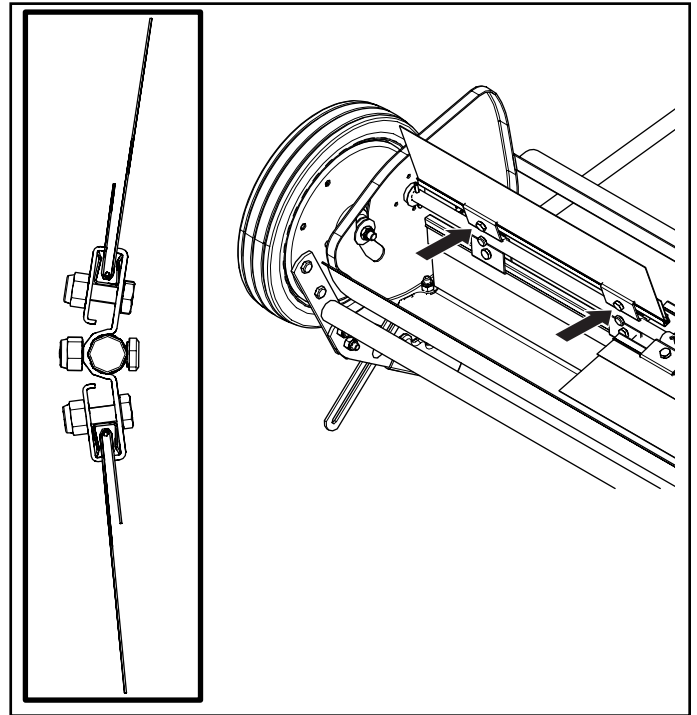

FIGURE 15
See Figure 15.
**REPLACEMENT DES BROSSES REMARQUE:** Le remplacement des brosses doit être effectué une brosse à la fois. Voir la figure 15. Retirez le sac de trémie de la balayeuse. Basculez la balayeuse vers l'avant sur le boîtier de la balayeuse pour faciliter le remplacement de la brosse. Ne retirez pas le boulon hexagonal des supports de brosse double par la tige de la brosse. Desserrez les boulons hexagonaux et les écrous de blocage hexagonaux des supports monobrosses. Faites glisser la brosse hors des dispositifs de retenue. Assurez-vous de ne pas faire chevaucher la position des poils. Installez la nouvelle brosse en veillant à ce que les poils qui se chevauchent soient placés de la même façon qu'auparavant et comme indiqué.